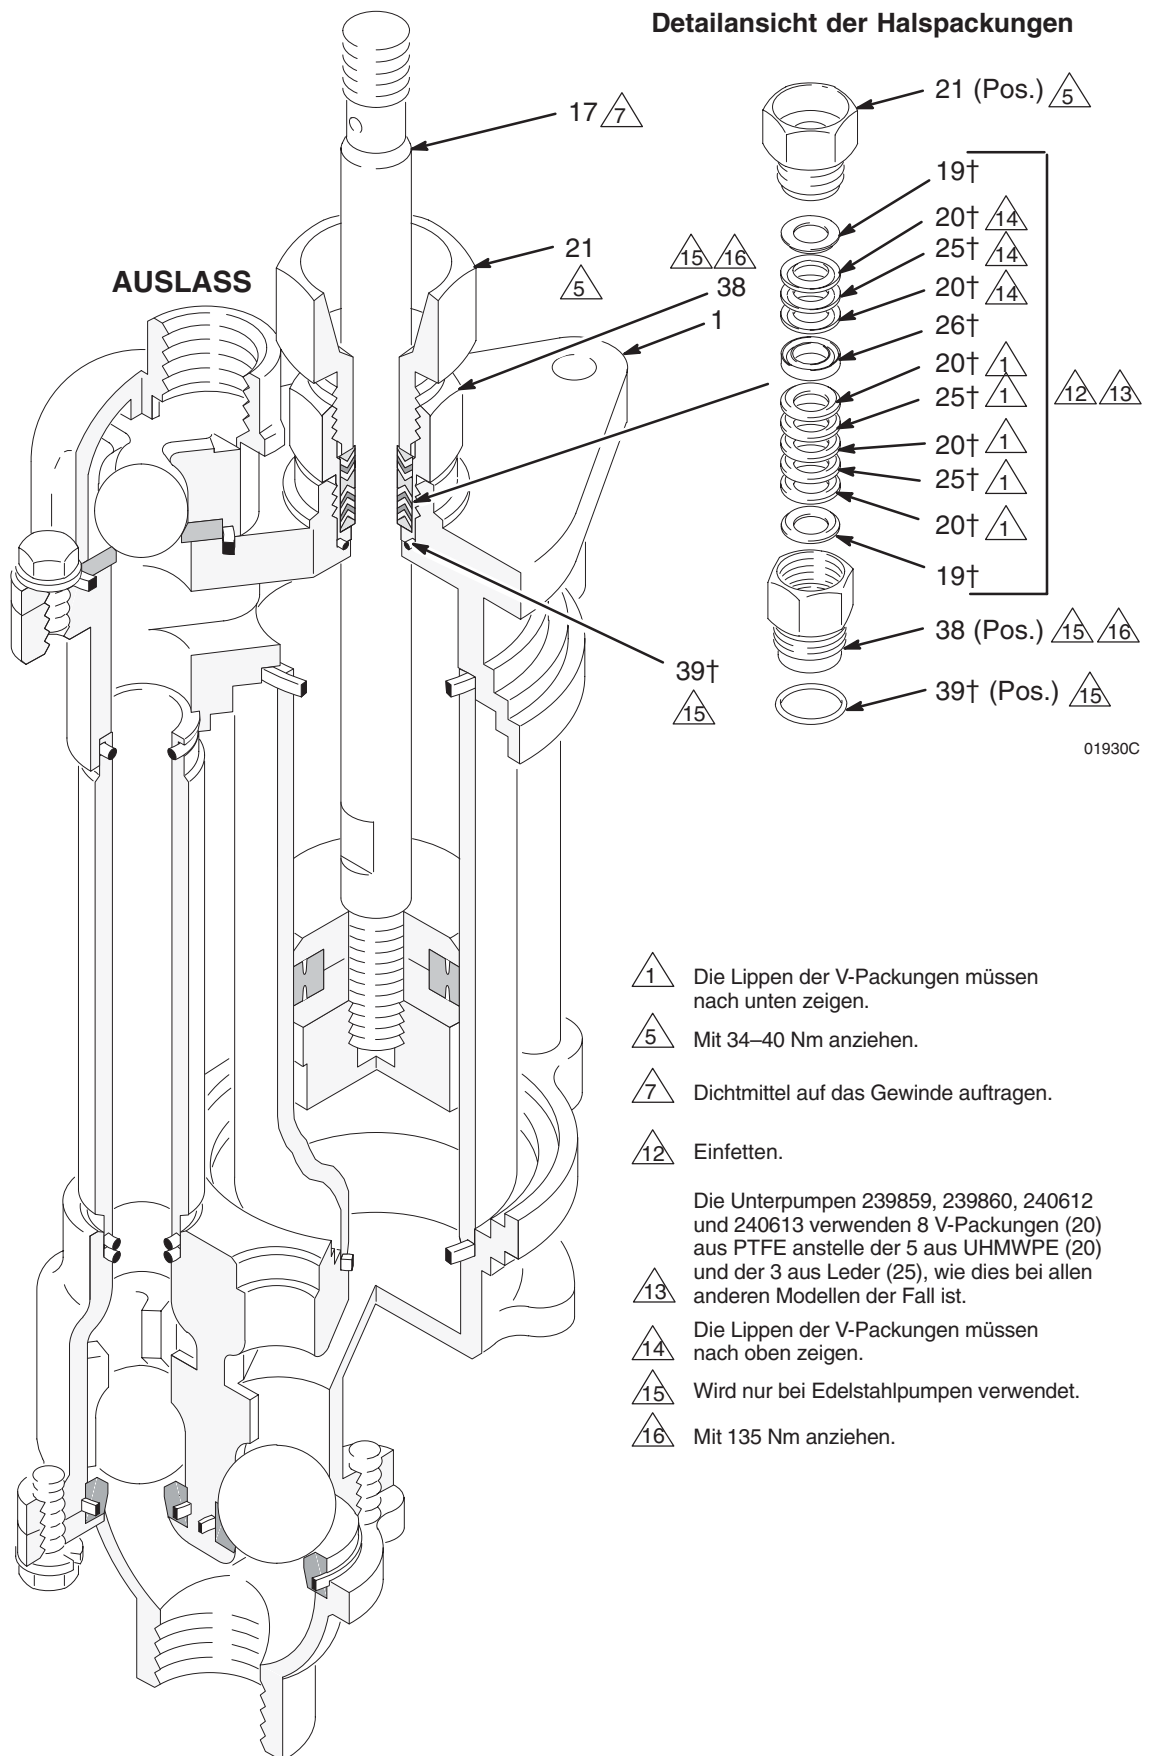

Abb. 11
8. Siehe Abb. 11. Packungsmutter (21) lösen und abnehmen.
9. *Nur Edelstahl-Pumpen:* Halspatrone (38) lösen und entfernen. Den PTFE O-Ring (39) entfernen.